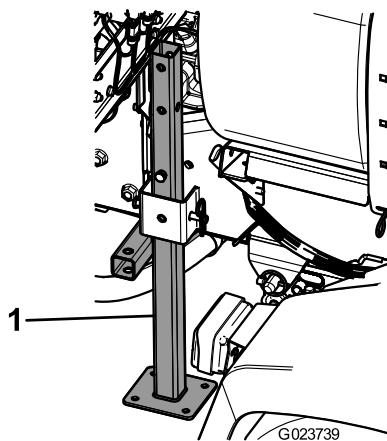

図 51
- 車両後部のロープ掛けポイントの近くのフレーム部に、後ジャッキスタンドを逆さにしてフレームに差し込む図 51